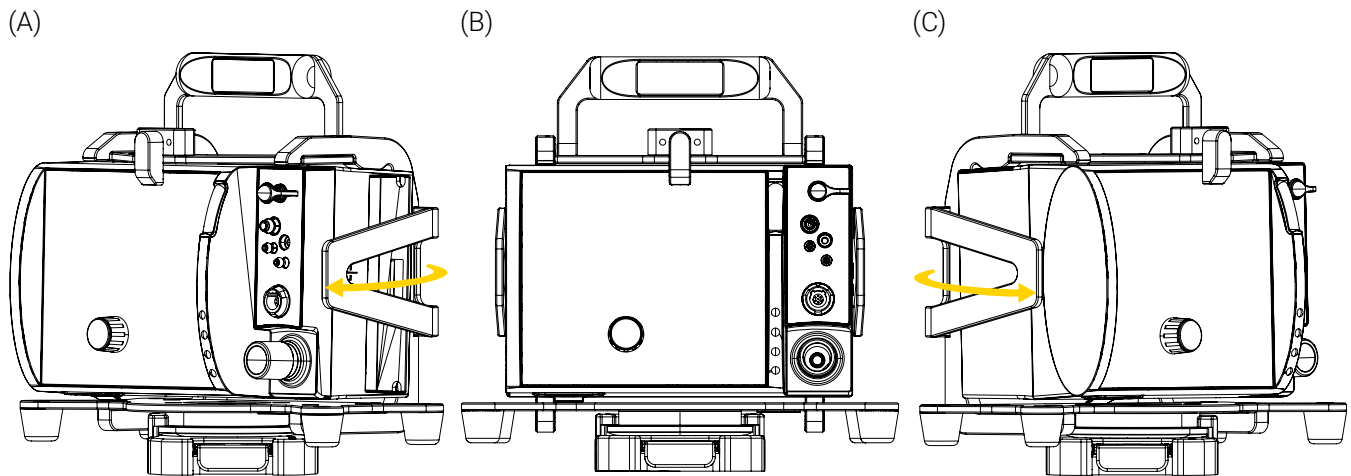

Figure 14: Rotation de l'appareil médical
3. Pour un l'appareil médical installé dans le système de fixation horizontalement, tourner l'appareil jusqu'à 360 ° dans le sens horaire ou antihoraire à la position désirée (Figure 14).